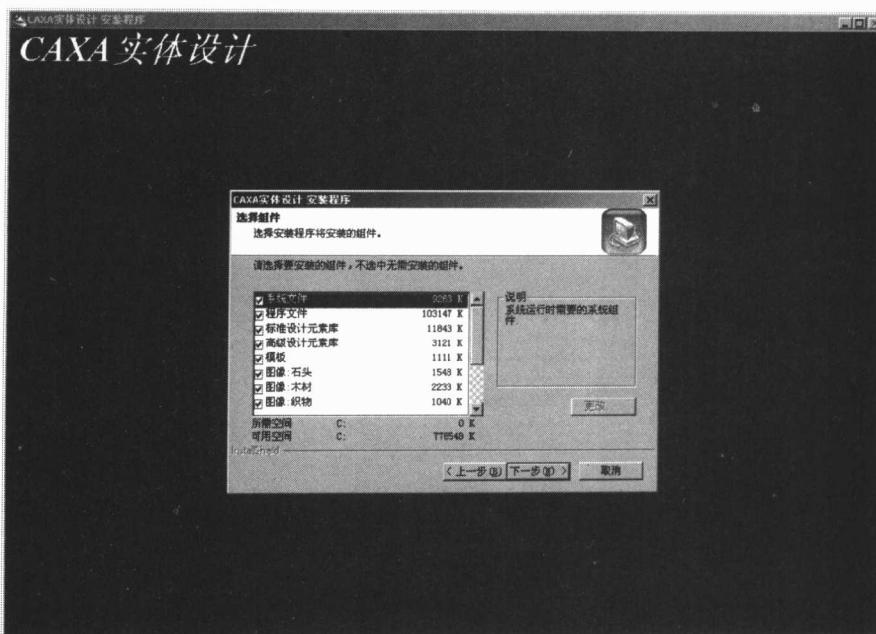

图 1-5 CAXA 实体设计软件安装向导 5
一般情况下选择典型安装形式，然后选定安装的目的地文件夹，单击“下一步 (N)”按钮，继续安装，如图 1-5 所示。